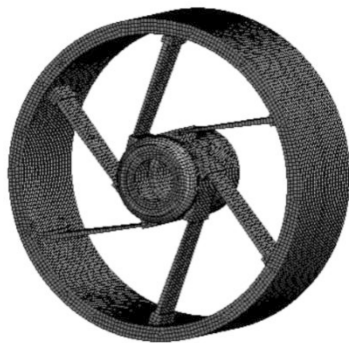

图 4-20 划分网格
(4) 生成网格: 右键单击【Mesh】→【Generate Mesh】, 图形区域显示程序生成的网格模型, 如图 4-20 所示。